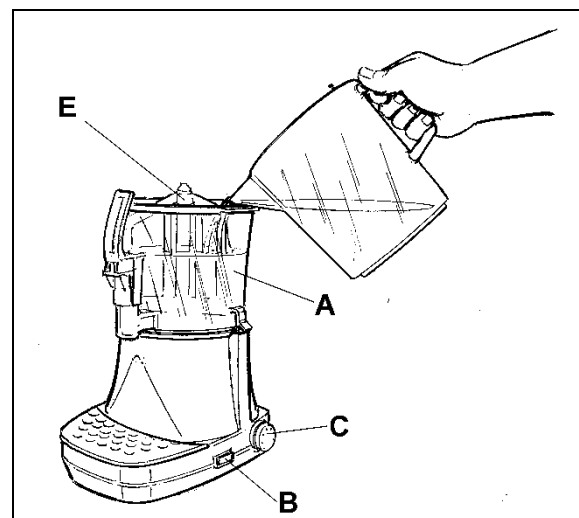

Fig. 4
- Soulever le couvercle et verser le produit à l'intérieur du conteneur (A). Allumer la machine moyennant l'interrupteur (B), régler le thermostat (C) à la température maximale (fig.4). Attendre que le produit soit à température pour être distribué.
- Éteindre la machine à l'aide de l'interrupteur (B) (fig. 4) et débrancher le câble d'alimentation de la prise électrique.